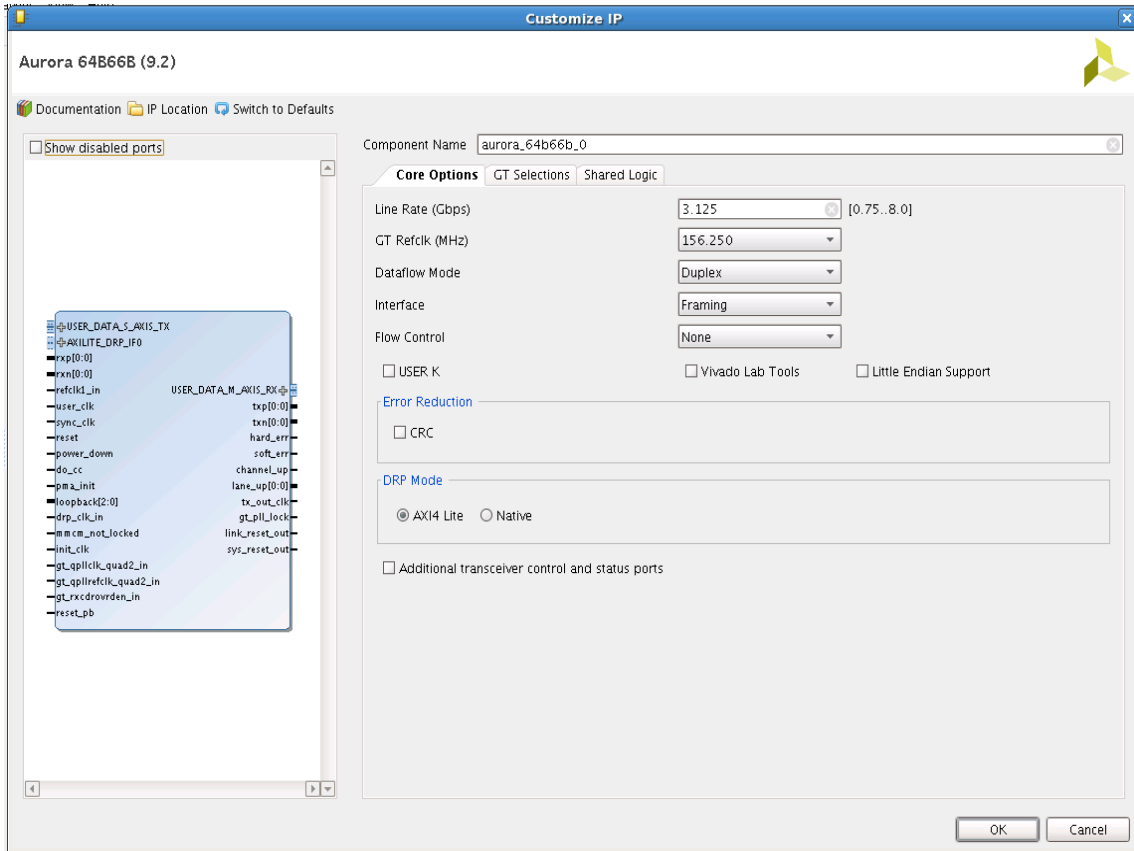
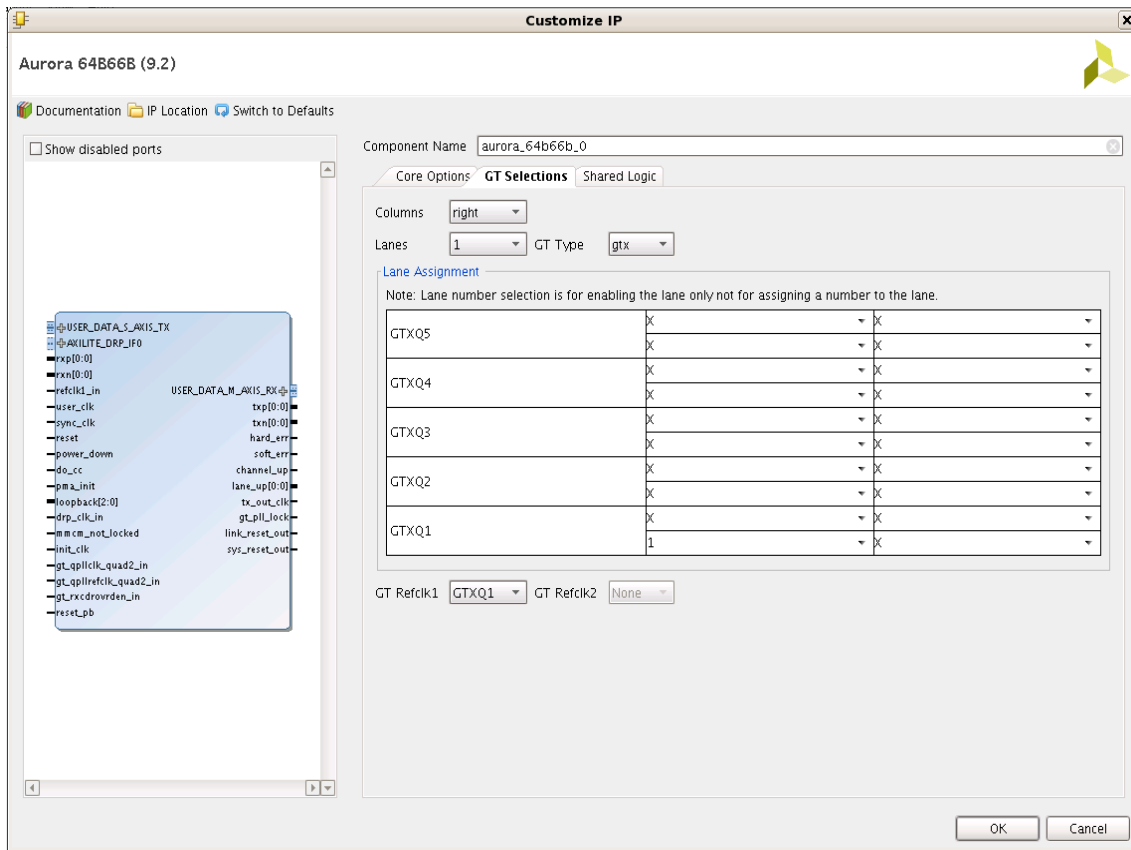

図 4-1 : Aurora 64B/66B IP カタログのページ 1 (7 シリーズ FPGA)
図 4-2 : Aurora 64B/66B IP カタログのページ 2 (7 シリーズ FPGA)
ボード デザインのデバッグおよび検証に非常に有効な ILA コアと VIO コアが Aurora 64B/66B コアと共に提供されています。Aurora 64B/66B コアは、対応する信号を VIO コアに接続して、デザインの構築およびデバッグを容易にします。コアの Vivado IDE 環境で [Vivado Lab Tools] をオンにして、サンプル デザインの一部に含めます (79 ページの図 4-1 参照)。
Vivado IP カタログで Aurora 64B/66B コアを選択すると、Aurora 64B/66B IP カタログが表示されます。79 ページの 図 4-1 および 80 ページの 図 4-2 にそれらの画面を示し、各セクションで詳しく説明します。
図 4-1 および 図 4-2 に、IP カタログ画面を示しています。画面左側には、設定された Aurora 64B/66B コアのブロック図が表示されます。右側には、ユーザーが指定できるパラメーターが表示されます。カスタマイズ オプションの詳細については、この後のサブセクション (80 ページの「[Component Name]」) で説明します。
**図 4-2** のインフォメーション エリアの図を参照してください。番号が付けられた各行は、シリアル トランシーバー タイルを示しており、それぞれのボックスでは有効な GTX または GTH トランシーバーを示しています。コア内の各 Aurora レーン (Lane1 から開始) に対して GTX または GTH トランシーバーを選択し、GTX/GTH 配置ボックス内で番号を選択してレーンを指定します。